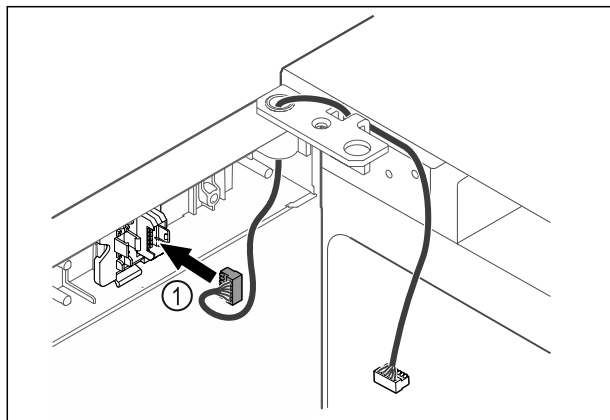

Fig. 37
- ▶ Dugja be a dugót Fig. 37 (1) a dugófoglatba.